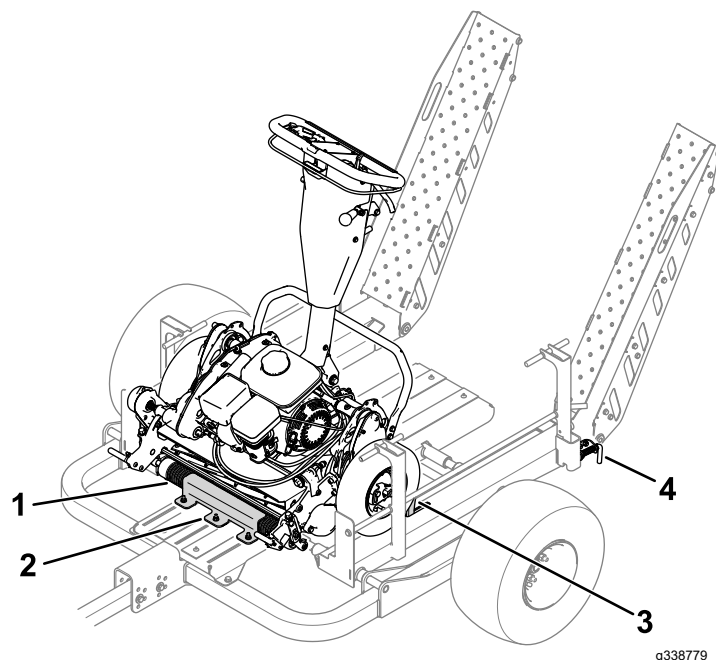

Figura 30
1. Utilice las rampas planas o los raíles para conducir lentamente la máquina sobre el remolque hasta que el rodillo delantero se asiente en el soporte del rodillo (**Figura 30**).
4. Eleve las rampas y accione los pasadores de cierre (**Figura 30**).